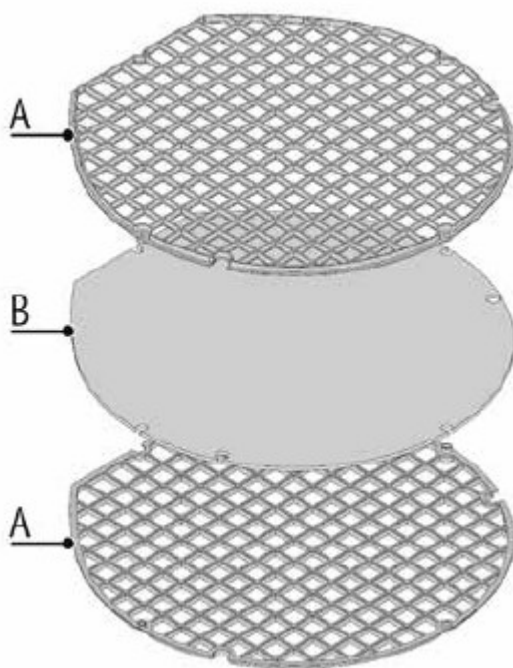

Рисунок 9
11.7.2 Порядок чистки фильтра (см. Рис. 9):
11.7.2.5 фильтр состоит из трех частей, поэтому при сборке поместите фильтрующий материал В между двумя пластиковыми решетками А (см. Рис. 9).